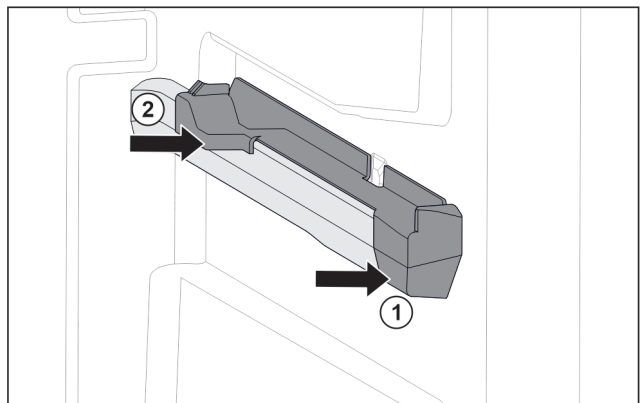

Fig. 75 Aufsteckteil auf der rechten Behälterrippe
- ▶ Aufsteckteil vorne an Behälterrippe ansetzen. *Fig. 75 (1)*
- ▶ Aufsteckteil hinten andrücken. *Fig. 75 (2)*